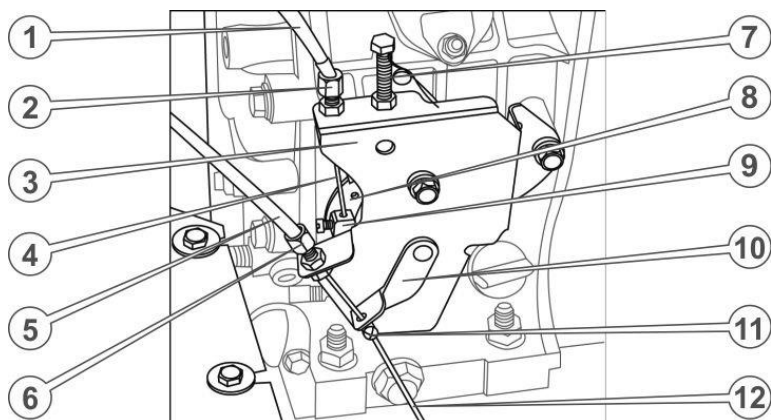

Рисунок 9 – Регулювальні елементи тросів
29. Приєднати трос управління подачі палива, що йде від важеля на правій рукоятці керма. Для цього видалити пластикові фіксатори на коромислі механізму управління подачею палива, вставити сорочку троса в гніздо корпусу важеля регулювання подачі палива до упору, вставити трос в отвір регулювального гвинта (див. рисунок 9), а потім в отвір фіксатора на коромисло механізму управління подачею палива й закріпити.